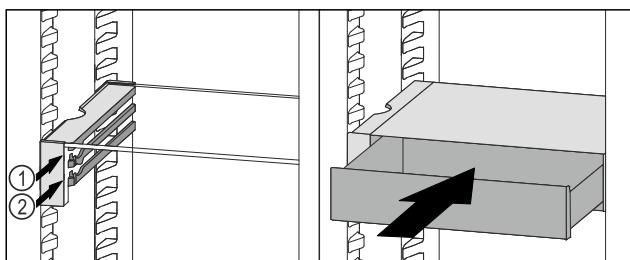

Fig. 121
- Zásuvku VarioSafe nasadte za zarážkami na požadovanom rebre Fig. 121 (1) alebo Fig. 121 (2).